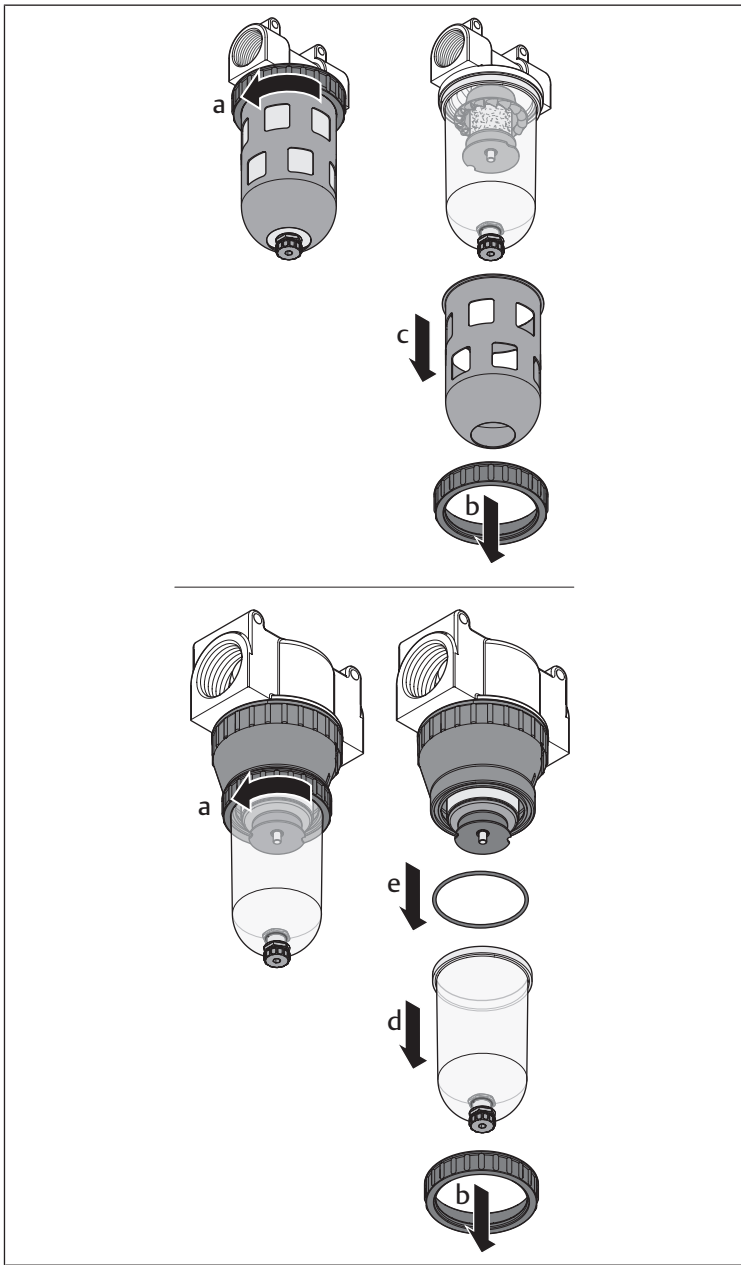
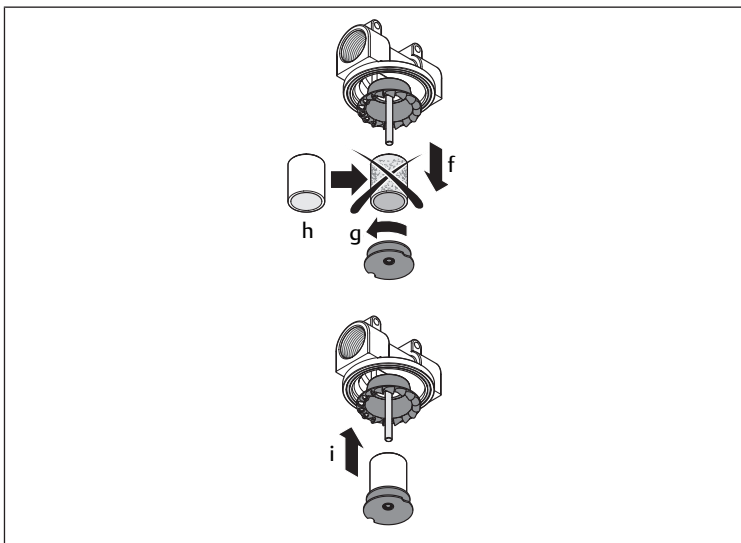

Fig. 4: Smontaggio/montaggio del contenitore e della gabbia di protezione
Fig. 5: Sostituzione del filtro
Ved. → Fig. 4, → Fig. 5.
8. Rimontare il contenitore in sequenza inversa come descritto nell'→ Fig. 4.